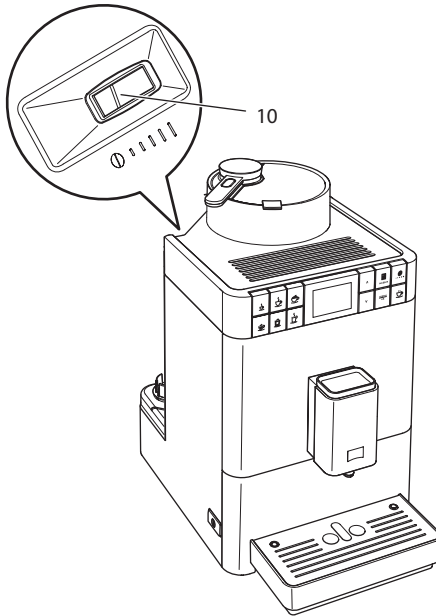

Fig. 18: Palanca para ajustar del nivel de molido
- » En la carcasa aparece la palanca "Ajuste de nivel de molido" (10).
2. Mueva la palanca hacia la izquierda o derecha, como se muestra en Fig. 18.